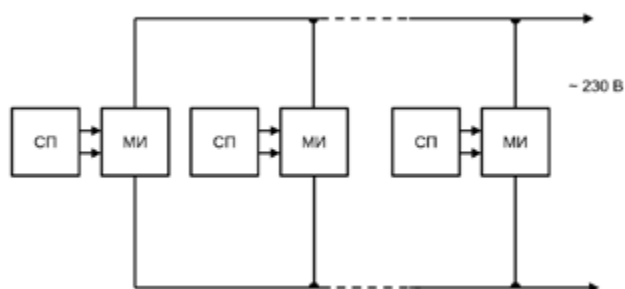

Рис.4
Усі елементи схеми з'єднують у металевому ящику. Монтують автомати, до них приєднують блоки АВР. У цьому разі обов'язково проводять перевірку підключення. Якщо додатково поставити вмикач та вимикач з реле, то не доведеться вмикати/вимикати прилад ручним методом (рис.4). Затримка активації буде лише 4 хвилини. Цей час потрібен для прогрівання генератора.
Схема сонячної електростанції на мікроінверторах (MI) показана на рис.4.